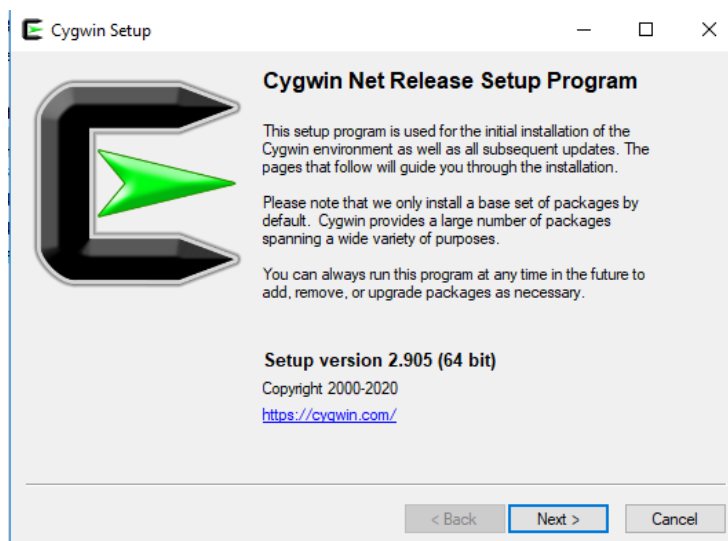
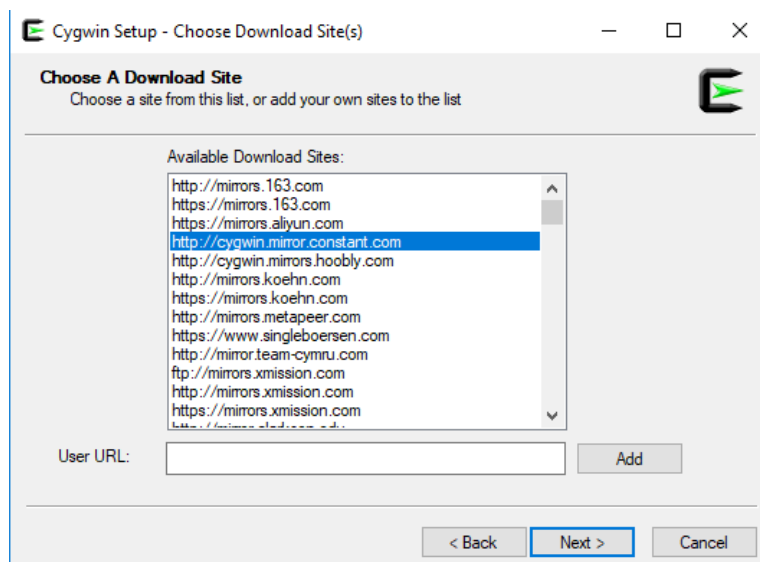

图102. Cygwin安装窗口
图103. 选择下载站点
2. 双击安装文件以在计算机上执行此文件（图102）。单击“**Next**”（下一步）几次，保留默认选项。安装程序会要求您“**Choose a Download Site**”（选择下载站点）（图103），可以选择其中任一选项。